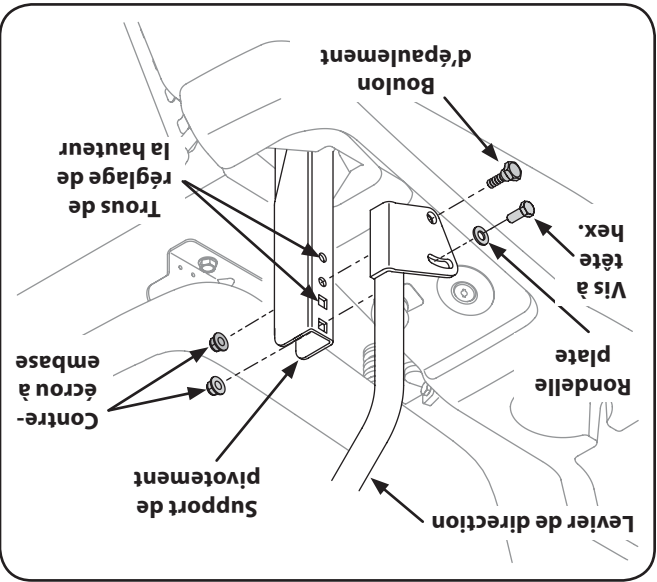

Figure 6-4
1. Si il n'est pas déjà desserré, desserrez le contre-écrou à embase et tournez le levier de direction vers l'avant ou vers l'arrière, à la position voulue. Voir la Figure 6-4.
2. Retenez le levier de direction pour l'empêcher de tomber et enlevez le contre-écrou à collet, à garniture hex et la vis à épaulement de la base du levier de conduite et du support de pivotement. Voir la Figure 6-4.